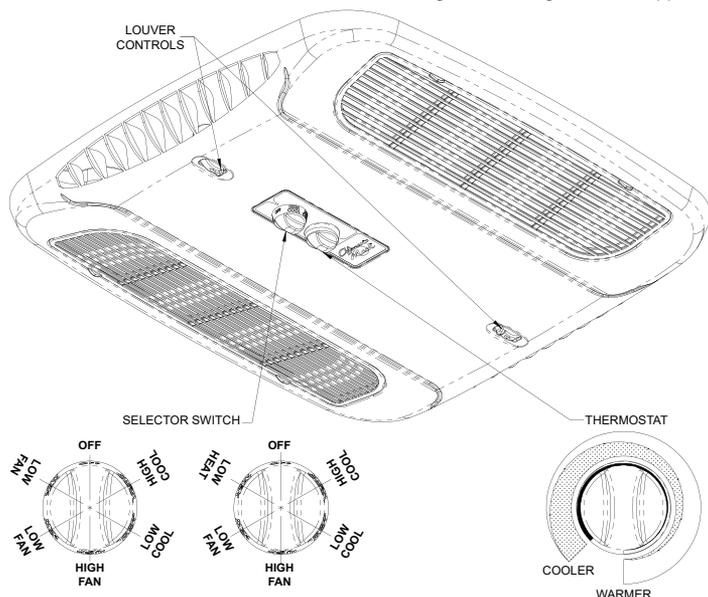

FIGURE 1
- Le sélecteur – le sélecteur détermine le mode de fonctionnement du pompe a chaleur. En le tournant, l'opérateur peut obtenir toutes les fonctions du système voulues. Celles-ci variant selon les options de l'unité du toit et du plafond. Le figure 1 illustrent l'emplacement du sélecteur et énumèrent toutes les fonctions disponibles par modèle.
- Le thermostat (contrôle de température – sous le mode de refroidissement, le thermostat contrôle le réglage de température «ON» (marche) et «OFF» (arrêt) du chauffage. Pour les modèles «chaleur/refroidissement», le thermostat contrôle aussi les réglages de température «ON» et «OFF» du radiateur. Voir figure 1 à la page 2.
- I. **Pour le refroidissement** (se reporter aux figure 1, page 2).
#### IV. Pour chauffer (modèle de plafond «Elect-A-Heat» seulement), se reporter aux figure 1, page 2.
- V. **Pour la circulation d'air seulement** (se reporter aux figure 1, page 3).